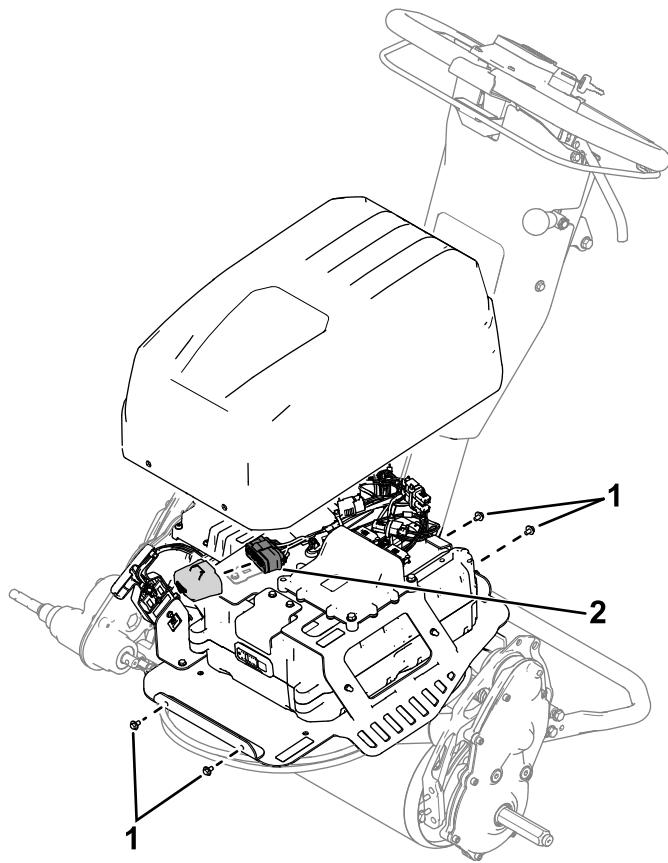

图 31
- 拧掉固定电池组盖的 4 个螺丝 图 31 然后取下盖子。